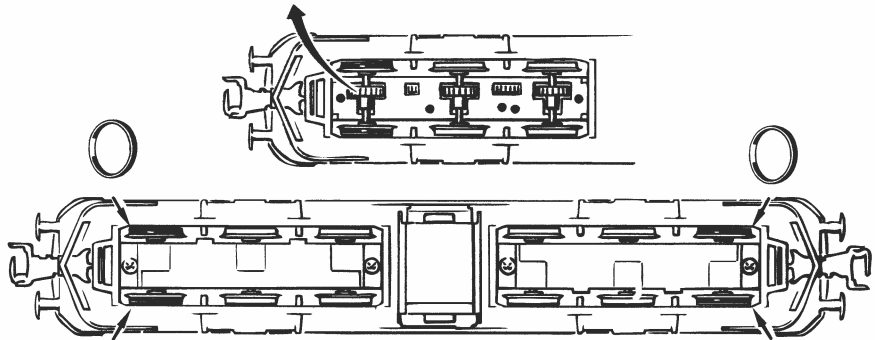

Fig. 9
1. Reinigung der Radstromkontakte: Radstromkontakte können auf unsauberen Schienen leicht verschmutzen. Bitte **entfernen Sie vorsichtig** mit einem kleinen Pinsel **den Schmutz** an den in Fig. 9 gekennzeichneten Stellen. Dazu zuerst das Lokgehäuse abnehmen (Fig. 3).
1. Nettoyage des lames de contact aux roues: Les lames de contact risquent de s'encrasser rapidement sur des voies poussiéreuses. Veuillez **enlever la poussière** aux endroits marqués à la fig. 9 à l'aide d'un petit pinceau souple après avoir démonté la caisse de la locomotive (fig. 3).
1. Cleaning of wheel contacts: Wheel contacts easily get dirty on tracks which are not entirely clean. Use a small brush to **remove dirt** from spots marked in fig. 9. Prior to cleaning the remove loco body (fig. 3).